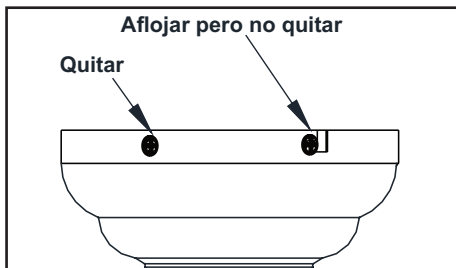

Figura 6
2. Retira la placa de montaje de la cubierta aflojando los cuatro tornillos de su parte superior. Quita los dos tornillos sin ranura y afloja los tornillos ranurados. Esto te permitirá retirar la placa de montaje. (Figura 6)